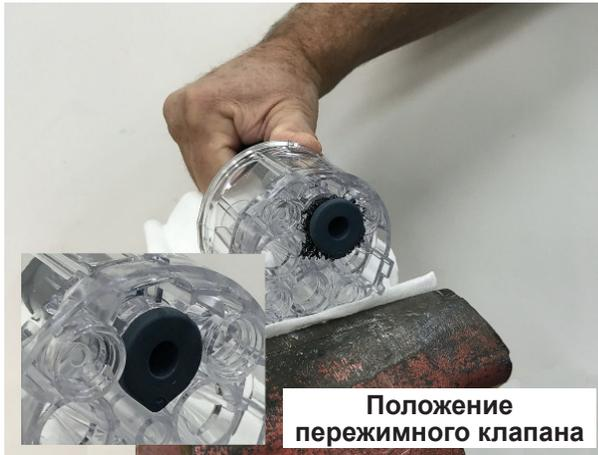

Рис. 31 Протягивание монтажной трубки через камеру
2. См. Рис. 31. Протянуть клапан через камеру и проверить положение пережимного клапана в корпусе.